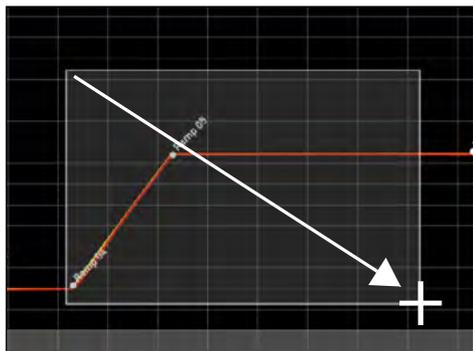

Fig. 10
- ▶ Per ingrandire un determinato settore, disegnare un rettangolo sul settore desiderato tenendo premuto il tasto sinistro del mouse (Fig. 10). Se la sezione viene mostrata in rosso, significa che è troppo piccola per essere visualizzata. In questo caso, ingrandire la sezione fino a quando non viene visualizzata in grigio chiaro.